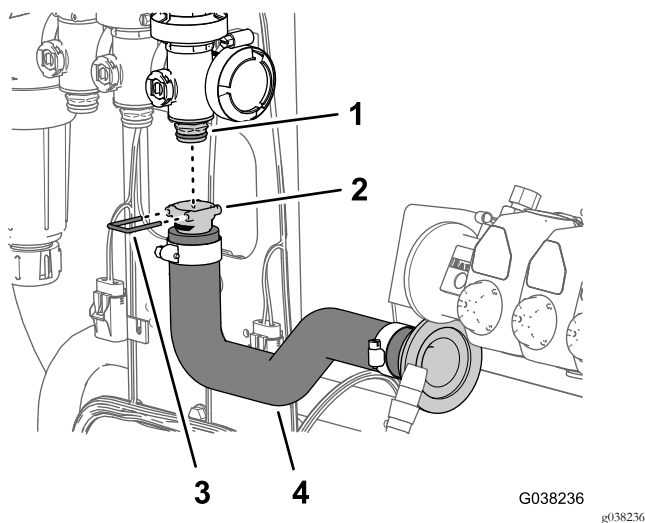

Figura 54
3. Montate il raccordo di collegamento rapido del flessibile del flussometro con il raccordo di collegamento rapido nella valvola di irradiazione principale (Figura 54).
- Fissate il raccordo del flessibile al raccordo della valvola con il fermo (Figura 54) in dotazione con il flessibile del flussometro.